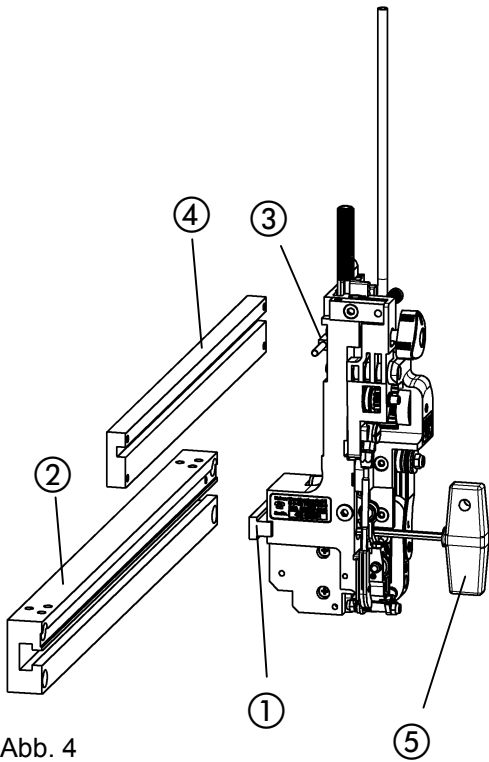
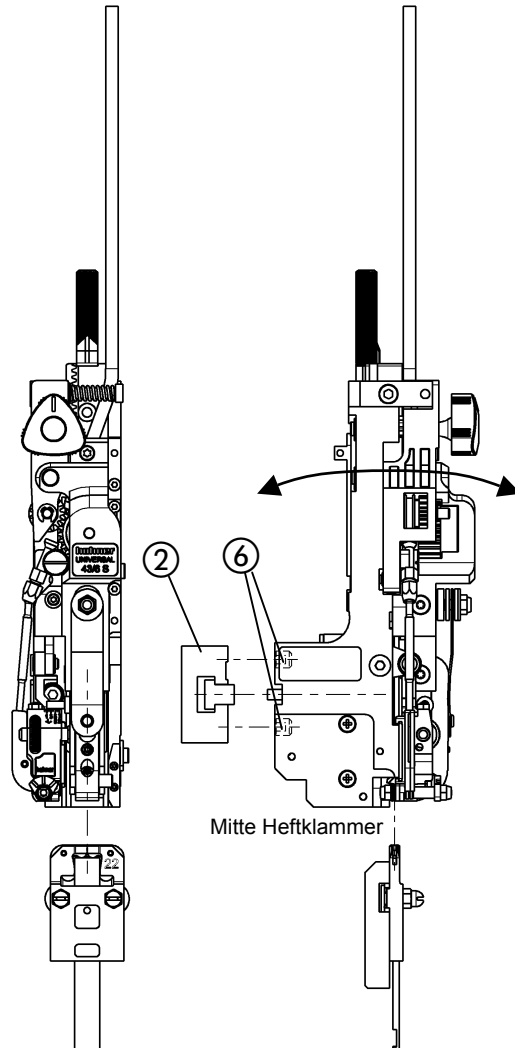

Abb. 4
Abb. 5
- Abb. 4 -
- Abb. 4, Abb. 5 -
- Abb. 5 -